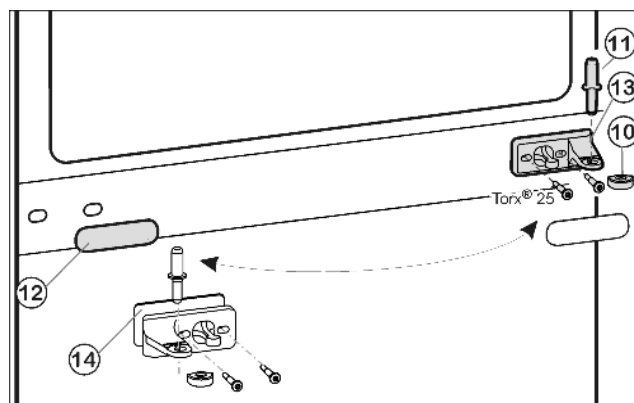
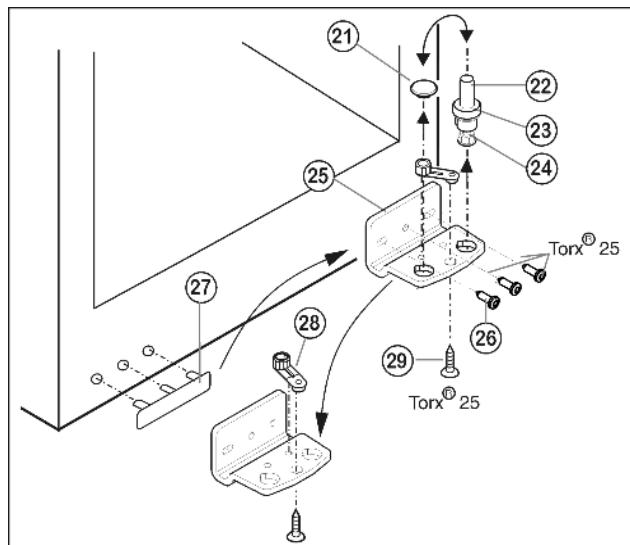

Fig. 5
Fig. 6
- ▶ Вытащите из опорного кронштейна и нижней дверцы средний опорный винт Fig. 5 (11).
- ▶ Снимите пластмассовый колпачок Fig. 5 (10).
- ▶ Открутите средний опорный кронштейн Fig. 5 (13) (2 шт. Torx® 25).
- ▶ Осторожно снимите накладку Fig. 5 (12).
- ▶ Прикрутите средний опорный кронштейн Fig. 5 (13) с подкладкой Fig. 5 (14) с поворотом на 180° на новую сторону шарнира (с моментом 4 Нм).
- ▶ Защелкните накладку Fig. 5 (12), повернув на 180°, на стороне, где теперь будет ручка.
- ▶ Извлеките опорный винт Fig. 6 (22) в комплекте с шайбой Fig. 6 (23) и регулируемой опорой Fig. 6 (24), вытягивая его вверх.
- ▶ Снимите пробку Fig. 6 (21).
- ▶ Открутите Fig. 6 (26) опорный кронштейн Fig. 6 (25).
- ▶ Открутите Fig. 6 (29) опорную деталь Fig. 6 (28) и, переставив в отверстие на противоположной стороне опорного кронштейна, снова прикрутите.
- ▶ Осторожно снимите и переставьте на противоположную сторону крышку со стороны ручки Fig. 6 (27).
- ▶ Снова прикрутите опорный кронштейн Fig. 6 (25) на новой стороне шарнира (с моментом 4 Нм). При необходимости используйте аккумуляторный шурупверт.
- ▶ Переставьте пробку Fig. 6 (21) в свободное отверстие.
- ▶ Вновь установите опорный винт Fig. 6 (22) в комплекте с шайбой и регулируемой опорой. При этом фиксатор должен быть направлен назад.
- Установите нижнюю дверцу сверху на нижний опорный винт Fig. 6 (22).
- Снова наденьте пластмассовый колпачок Fig. 5 (10) на средний опорный кронштейн Fig. 5 (13).
- Вставьте средний опорный винт Fig. 5 (11) на новой стороне шарнира через средний опорный кронштейн Fig. 5 (13) в нижнюю дверцу.
- Установите верхнюю дверцу на средний опорный винт Fig. 5 (11).
- При необходимости выравнивайте дверцы через два продольных паза в нижнем опорном кронштейне Fig. 6 (25) и среднем опорном кронштейне Fig. 5 (13) параллельно корпусу устройства. Для этого выкрутите средний винт на нижнем опорном кронштейне Fig. 6 (25).